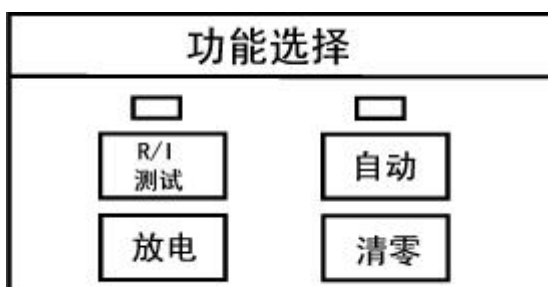

图 3-16 功能选择窗的 R/I 测试功能
- 1). 按动 **测试** 键（上图 3-16），进入测试状态或杂测试类别—阻抗或电流间切换。